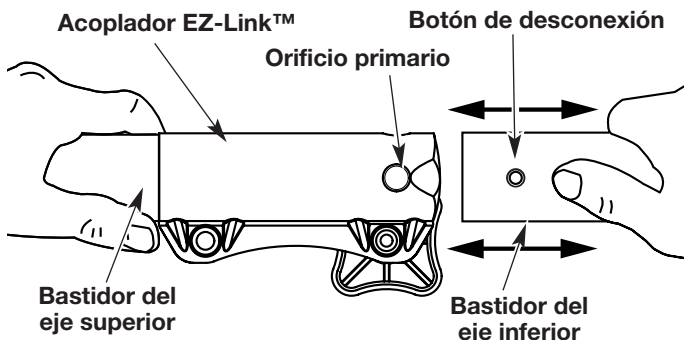

Fig. 24
2. Mientras sostiene el accesorio con firmeza, empujelo en línea recta en el acoplador EZ-Link™ (Fig. 24).